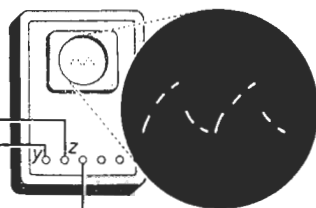

Fig. 85b
- Zet het X-kanaal van de oscilloscoop op „intern”. Regel de Y-versterking en de X-snelheid tot de contouren van de afbeelding volgens fig. 85b zichtbaar worden. Verminder de helderheid van het oscillogram tot de hoogst noodzakelijke. Variëer f_2 iets zodat de beeldelementen stil staan (zie fig. 85b).